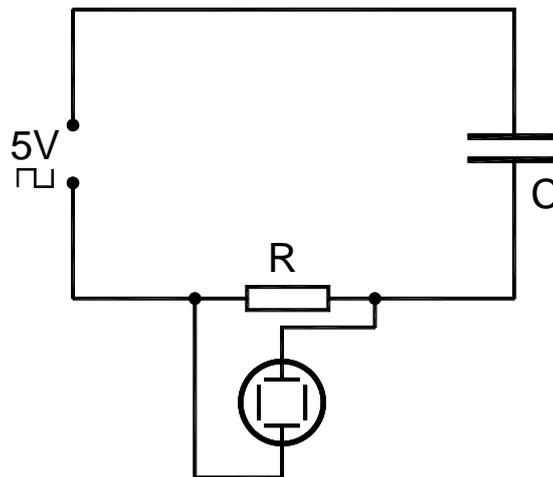

Fig. 2 Determinación de la constante de campo eléctrico  $\epsilon_0$  por medio de la función de carga y descarga
- Se realiza el montaje experimental según la Fig. 2.